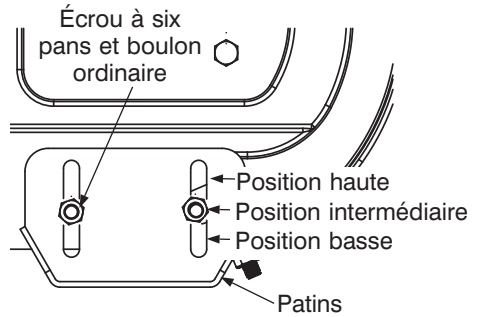

FIGURE 2
- Ajustez les patins en desserrant les écrous à six pans et les boulons ordinaires, puis déplacez les patins à la position voulue. Voir la Figure 2.